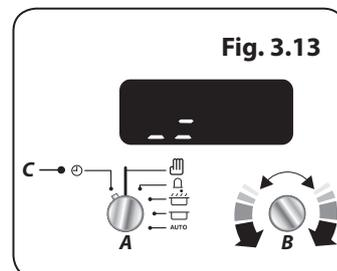

Fig. 3.13
Pour régler le volume de l'alarme, relâchez le bouton Réglage (B) et tournez à nouveau dans le sens antihoraire (Fig. 3.13). Le volume de l'alarme change. Répétez ces étapes jusqu'à ce que le volume souhaité soit défini.